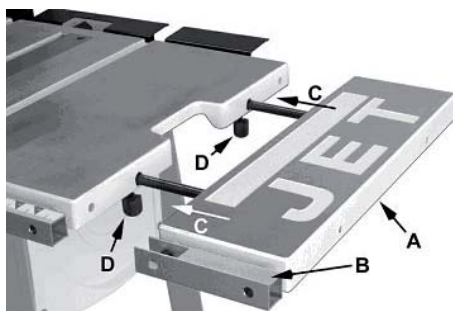

Рис. 14
**Установка (рис. 14)**
- Установите фиксирующие барашки (D) и крепеж выдвижного дополнительного стола.